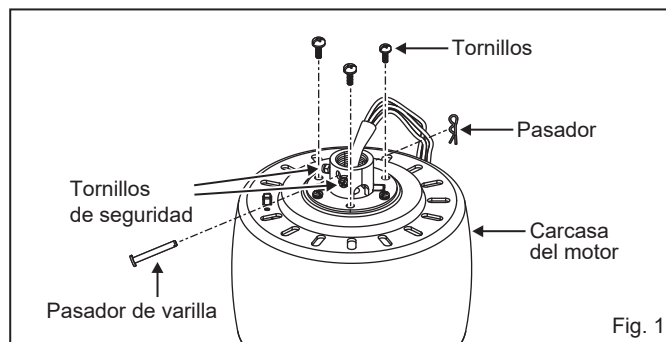

Fig. 1
- 2 Conexiones eléctricas del motor al receptor: (Fig. 1)
- 1 Retire uno de los tres tornillos en el centro de montaje ubicado en el motor del ventilador. Afloje los otros 2 tornillos. (No quitar) (Fig. 1)